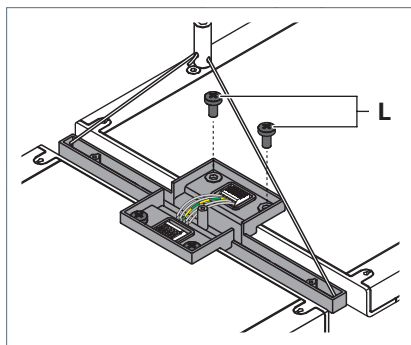

Fig. 15: Collegamento degli apparecchi.
- Collegare l'elemento di collegamento dell'apparecchio già montato all'apparecchio da concatenare utilizzando le viti fornite in dotazione **L**, vedi Fig. 15.